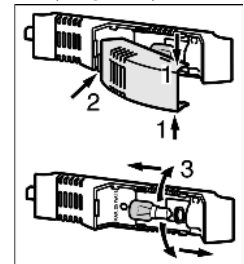

Fig. 18
- ▶ Apucați capacul becului sus și jos *Fig. 18 (1)*.
- ▶ Decuplați și desprindeți capacul becului în partea din spate *Fig. 18 (2)*.
- ▶ Înlocuiți lampa *Fig. 18 (3)*.